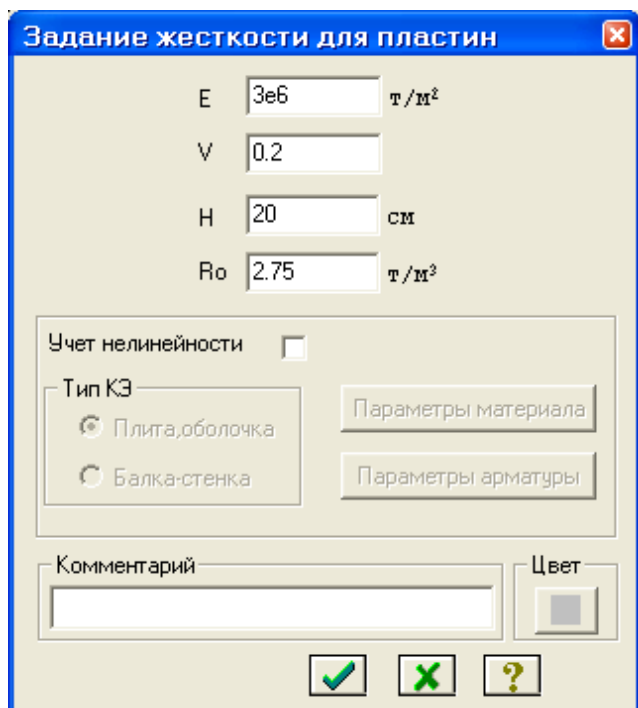

Рис.4.13. Диалоговое окно **Задание жесткости для пластин**
- В окне **Задание жесткости для пластин** (рис.4.13) задайте параметры сечения **Пластины** (для плиты перекрытия):